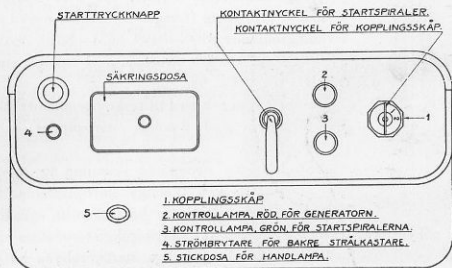

Fig. 91
Genom ett spänningsreglerande relä anpassas generatorströmmen efter batteriets laddningstillstånd, samtidigt som spänningen hålles i det närmaste konstant. Ett urladdat batteri erhåller således full strömstyrka under det att ett fulladdat endast erhåller 1 à 2 amp. En röd kontrollampa är kopplad till generatorm och monterad på instrumentplåten fig. 91. När motorm står stilla och kontaktnyckeln införes i inre läget i kopplingskåpet, tändes denna lampa. När motorm startat och generatorm vid ett visst varvtal börjar ladda, slöcknar densamma. Om lampan lyser, när motorm kommit igång, har generatorm av någon anledning kommit i olag, så att laddningen icke fungerar. En undersökning måste i så fall företagas.
Då startknappen på instrumentplåten fig. 91 tryckes in, vrides startmotorns ankare med kuggdrev långsamt runt samtidigt som kuggdrevet sakta införes i kuggarna på svänghjulets kuggkrans. När kuggdrevet kommit i fullt ingrepp, inkopplas automatiskt huvudströmmen, varvid startmotorn utvecklar sin fulla effekt. När motorn startat och starttryckknappen släppes, återföres ankaret i viloläge genom en retur fjäder.
Kopplingskåpet, starttryckknappen, kontrolllamporna, strömbrytarna, säkringsdosan och stickkontakten för handlampan äro monterade på instrumentplåten, vilken är placerad omedelbart framför förareplatsen. Fig. 91 visar de olika instrumentens placering.
Vid tillslagning av den elektriska strömmen, vilket sker medelst en kontaktnyckel till en strömbrytare på instrumentplåten, se fig. 91, bliva startspiralerna starkt rödglödade. Denna värmekälla är fullt tillräcklig för motorns start.
För kontroll om den elektriska strömmen till startspiralerna är till- eller frånslagen finnes en grön kontrollampa kopplad till spiralerna och monterad på instrumentplåten, se fig. 91. När strömmen från batterierna är slutet medelst kontaktnyckeln för startspiralerna, lyser lampan.
1. Placera kontaktnyckeln i kopplingsskåpet utan att skjuta in den i sitt inre läge, se fig. 91.
Den gröna kontrollampan på instrumentplåten, se fig. 91, lyser, när strömmen är sluten till startspiralererna.
7. Tryck in startknappen på instrumentbrädan, se fig. 91. Släpp knappen omedelbart, när motorn börjar tända.
Kontrollampen är röd och placerad på instrumentplåten, se fig. 91. När motorn står stilla och kontaktnyckeln införes i inre läget, tändes lampan. Den slocknar, när motorn kommit igång och generatoren börjat ladda. Om lampan lyser sedan motorn kommit igång, har generatoren av någon anledning kommit i olag, så att laddningen icke fungerar. En undersökning måste i så fall företagas. Skulle däremot lampan ej tändas, när nyckeln skjutes in, är glödlampan troligen sönder och måste bytas ut.